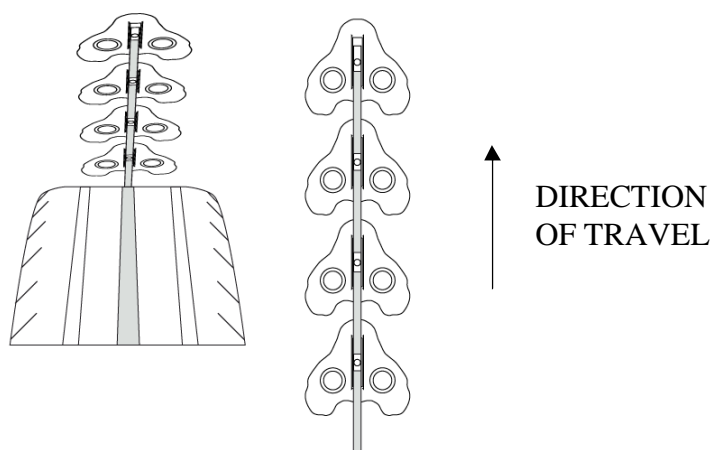

Fig. 2
2. Prendere la catena assemblata ed appoggiarla sulla metà superiore del battistrada del pneumatico, assicurandosi che i ganci della catena entrino nella scanalatura circolare. Posizionare le piastrine in modo da creare una freccia verso il senso di marcia (Fig. 2).